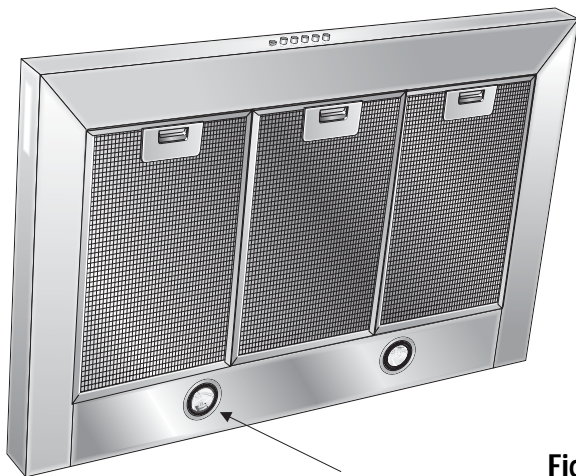

Fig.3
2.4 - ILLUMINAZIONE (Fig.3)
2.4 - LIGHTING (Fig.3)
2.4 - ILLUMINATION (Fig.3)
2.4 - BELEUCHTUNG (Abb. 3)
2.4 - ILUMINACION (Fig.3)
2.4 - VERLICHTING (Fig.3)